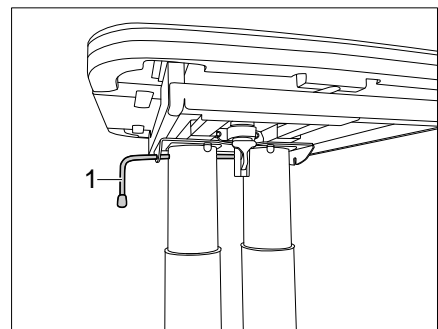

Bild 111 Tisch verriegeln
- Den Verriegelungshebel (Bild 111,1) nach rechts schwenken. Der Hubtisch ist verriegelt.
- Verriegelungshebel (Bild 111,1) lösen.
- Den Verriegelungshebel (Bild 111,1) nach links schwenken. Die Verriegelung ist offen.